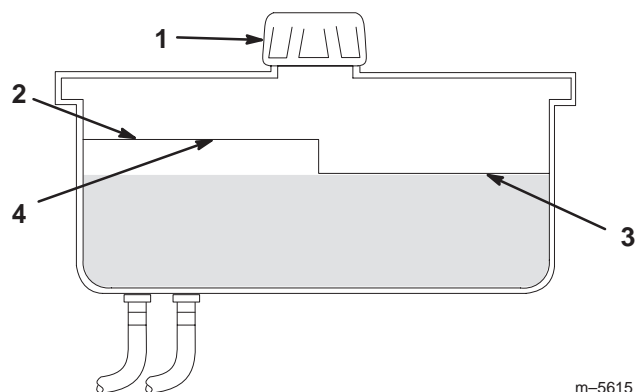

Figure 41
2. Nettoyez la surface autour du goulot de remplissage du réservoir hydraulique (Fig. 41).
3. Enlevez le bouchon du goulot de remplissage et vérifiez si le réservoir contient du liquide (Fig. 41).
**Remarque :** Lorsque l'huile est chaude, le niveau de liquide doit atteindre le haut du repère **à chaud** sur le déflecteur (Fig. 41).